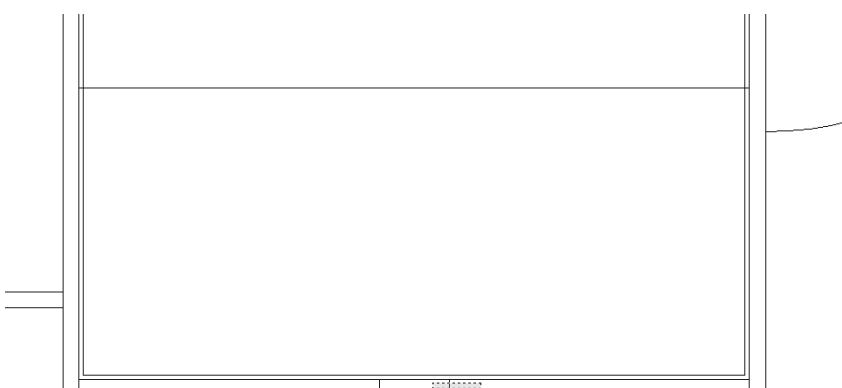

Рис. 4.60 ▼ Выделение прямоугольника с помощью пересекающей рамки
1. Запустите инструмент **Копировать** (Copy) и щелкните на одной из его вертикальных линий для выделения, а затем нажмите **Enter** для завершения выбора. Можете также использовать пересекающую рамку, как показано на рис. 4.60. Когда после повторного щелчка AutoCAD снова отобразит указатель-перекрестье и выделит прямоугольник, также нажмите **Enter** для завершения выбора.